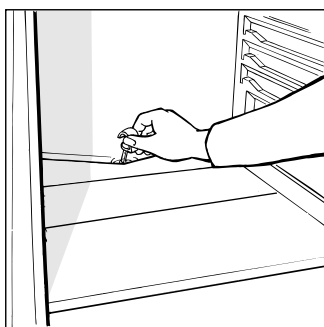

Fig. 2
Cet appareil est à dégivrage automatique, l'eau est acheminée vers l'arrière par un conduit spécial (fig. 2) où la chaleur produite par le compresseur la fait évaporer. Vous n'avez qu'une opération à faire périodiquement: nettoyer le trou d'évacuation qui se trouve derrière les bac à légumes afin que l'eau puisse s'écouler normalement.
- le trou d'évacuation de l'eau de dégivrage est bouché (voir fig. 2).